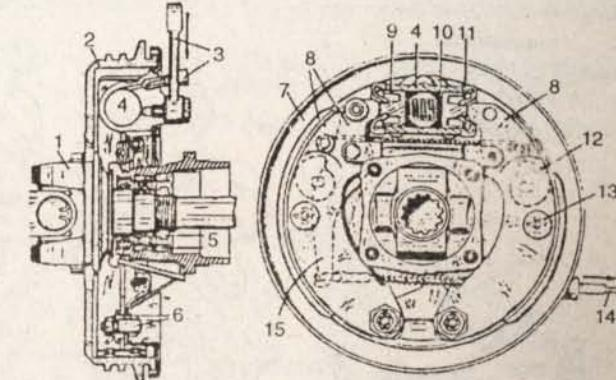

Fig. 6-8.— Plato y tambor de freno delantero
En los cuatro platos se montan los cilindros de frenos (Figs. 6-8 y 6-9), con dos pistones y tazas de ajuste interiores, separados por un resorte de espiral. Se montan también dos zapatas (8) con forros de balata, que se mantienen cerradas por la acción del resorte que las une, tocando en las excéntricas de regulación (12).
**Regulación:** Mantener el auto sin freno de mano, el cambio en neutro y las ruedas acuñadas. Levantar una rueda delantera y girarla a mano, para comprobar que no está frenada y que sus rodamientos están buenos. Con una llave adecuada, girar por atrás el perno-eje que mueve la excéntrica (12) (Fig. 6-8) en el sentido de la flecha, hasta que acerque tanto la zapata al tambor que lo mantenga frenado. Volver atrás la excéntrica lo mínimo posible, hasta que la rueda se pueda girar fácilmente. Repetir esta operación con la otra excéntrica, girándola en sentido inverso, como lo indica su flecha respectiva.